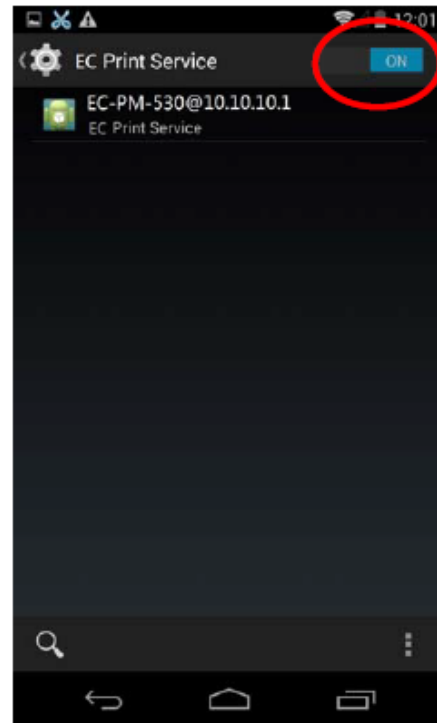

Figura 24
3.5 Después de activar la función “EC Print Service” buscará automáticamente la impresora y la mostrará cuando la encuentre (como se muestra en la Figura 24).